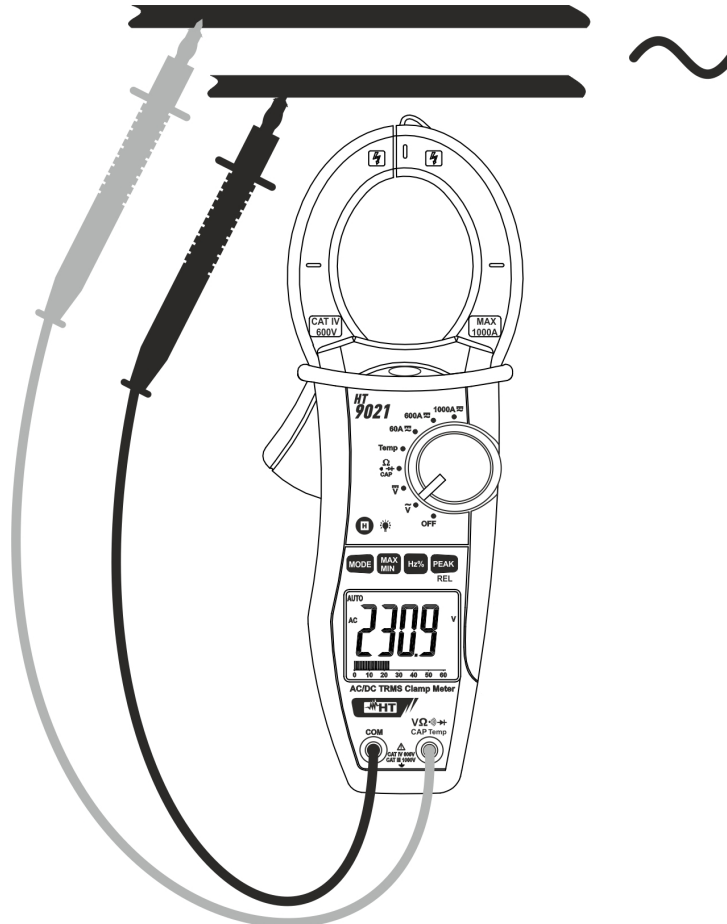

Fig. 3: Uso della pinza in misura di Tensione AC
3. Inserire il cavo rosso nel terminale di ingresso **VΩ-Ω-+CAP Temp** e il cavo nero nel terminale di ingresso **COM** (Fig. 3)